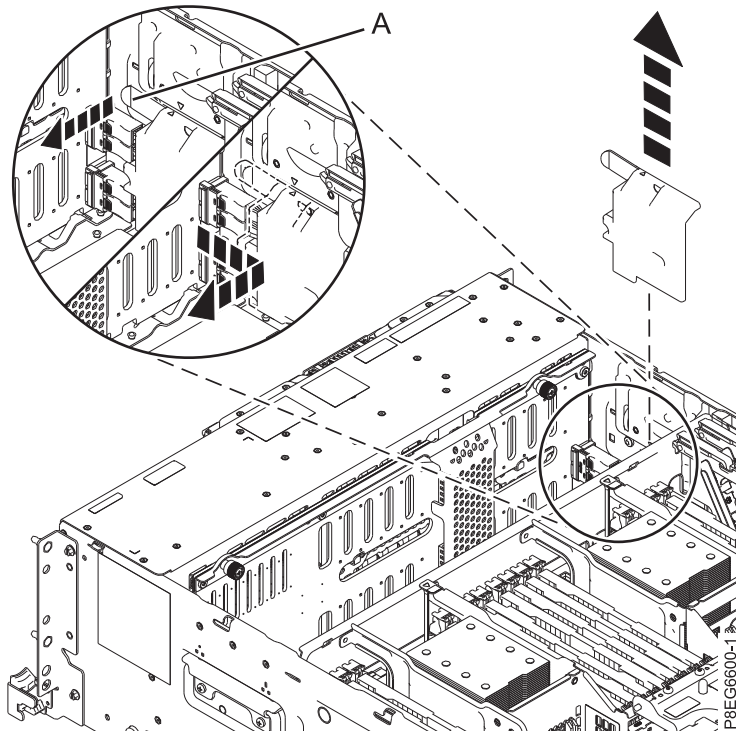

Figure 1. Retrait du cache du câble SAS
3. Retirez le cache du câble SAS avant. Saisissez la poignée (A) et tirez dessus pour l'éloigner, puis faites glisser le cache vers l'arrière pour le retirer comme illustré à la figure 1, à la page 4.